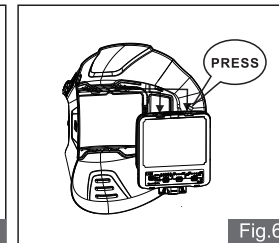

Fig.6
1. Ta bort den främre skyddsplattan och placera hjälmen med framsidan nedåt. Tryck in båda spärrarna upptill på filtret och skjut ut ADF:t. (Se Fig. 6–7)